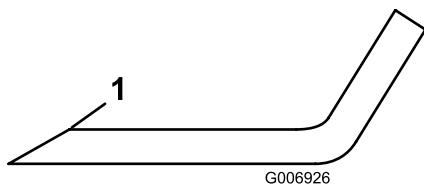

Figure 102
5. Examinez les tranchants de toutes les lames. Affûtez-les s'ils sont émoussés ou ébréchés. N'affûtez que le haut du tranchant et conservez l'angle de coupe d'origine pour obtenir une coupe nette (Figure 102).
6. Si elle est émoussée ou ébréchée, n'affûtez que le haut du tranchant et conservez l'angle de coupe d'origine (Figure 102).